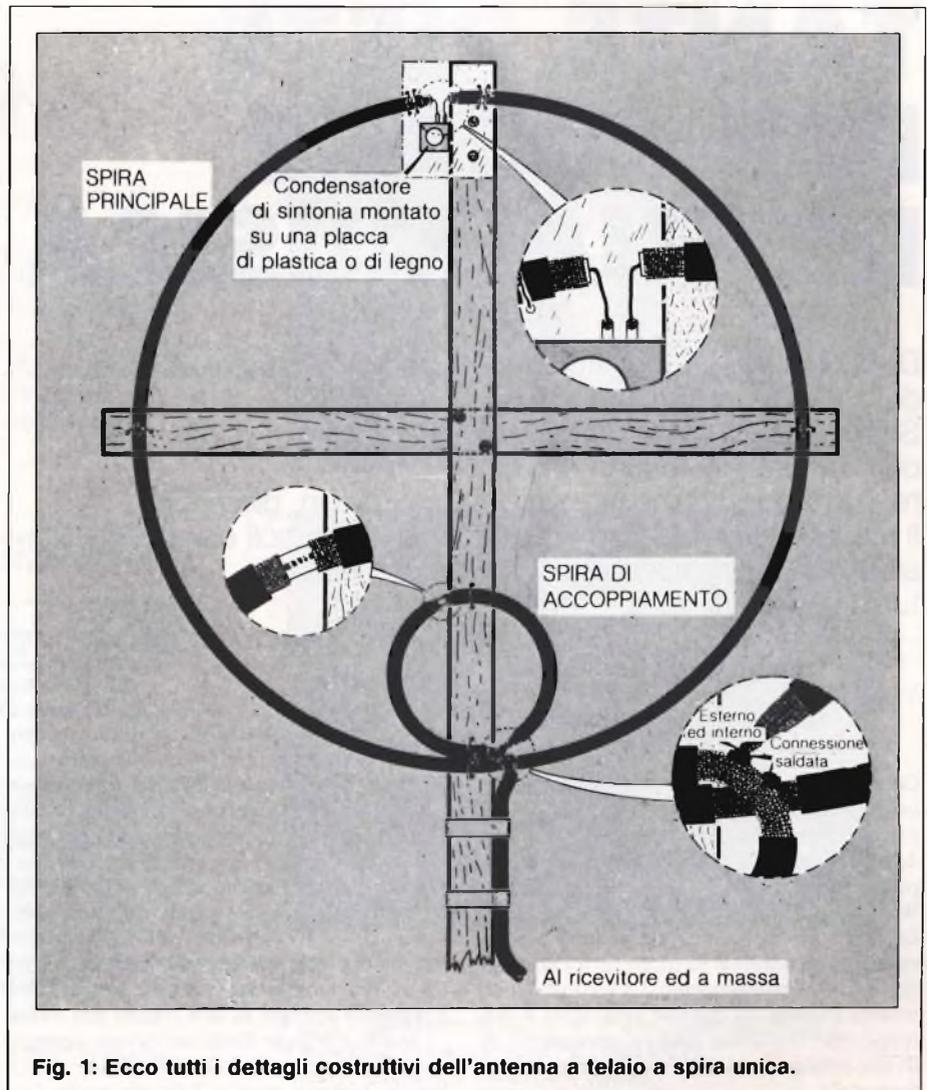

Fig. 1: Ecco tutti i dettagli costruttivi dell'antenna a telaio a spira unica.
Fig. 1 - Con un registratore normale (A) se ad una traccia preregistrata sovrapponiamo una nuova parte (es. voce), non otteniamo il sincronismo a causa della distanza tra testina di registrazione e testina di riproduzione.